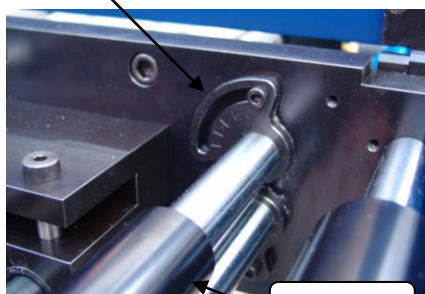

Fig.4
- 5- Regular a pressão de arraste dos roletes (nos excêntricos), Fig.4;